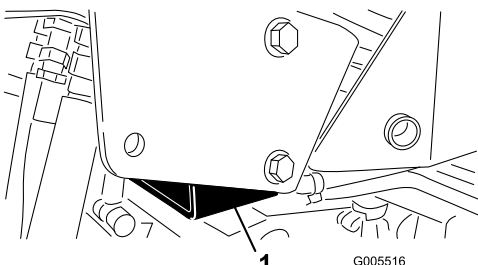

Figura 38
- Lado derecho—debajo del soporte del ROPS (sistema de protección anti-vuelco)(Figura 38)